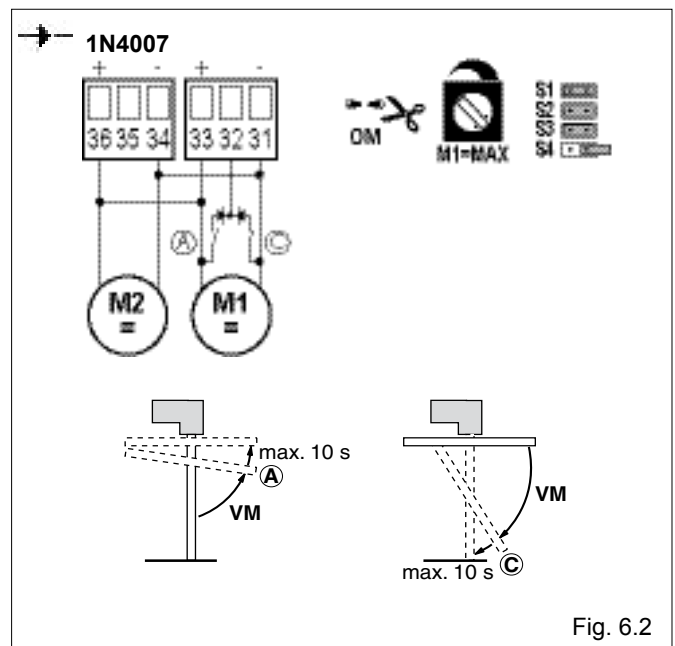

Fig. 6.2
- (Fig.6.2)**Gebruik met vertragingseindeloop schakelaars**